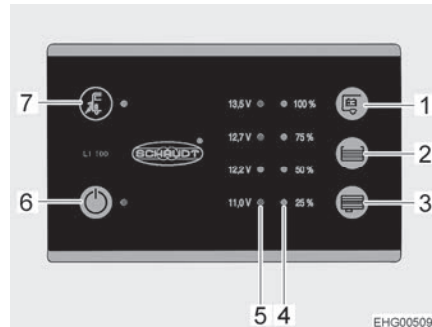

Fig. 100 Pannello di controllo (LT 100)
Il LED giallo accanto al simbolo del collegamento a rete "⚡" (Fig. 100,7) si accende, quando il veicolo è collegato a un'alimentazione di rete esterna. Il LED si accende anche se il pannello di controllo è spento.
- ▷ Per ragioni di sicurezza, non è possibile accendere l'interruttore principale a 12 V (Fig. 100, 6) finché il motore del veicolo è acceso. Pertanto, il pannello di controllo non può essere utilizzato durante il viaggio.
L'interruttore principale a 12 V (Fig. 100,6) inserisce o disinserisce il pannello di controllo e l'alimentazione a 12 V dell'abitacolo.
- Premere l'interruttore "⏻" (Fig. 100,6): L'alimentazione a 12 V dell'abitacolo è inserita. Il LED diventa verde.
- Premere di nuovo l'interruttore "⏻" (Fig. 100,6): L'alimentazione a 12 V dell'abitacolo è disinserita. Il LED si spegne.
La scala LED (Fig. 100,5) indica la tensione della batteria dell'abitacolo nel modo seguente:
- Premere il tasto "🔋" (Fig. 100,1): Viene indicata la tensione della batteria dell'abitacolo.
La scala LED (Fig. 100,4) indica il livello del serbatoio dell'acqua potabile o del serbatoio delle acque grigie.
Premere il tasto "☰" (Fig. 100,2): Il livello di riempimento del serbatoio dell'acqua potabile è indicato dai LED accesi.
Premere il tasto "☷" (Fig. 100,3): Il livello di riempimento del serbatoio delle acque grigie è indicato dai LED accesi.